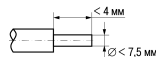

Рисунок 6.4 – Зачистка кабеля
- выполнить зачистку кабелей и залудить их концы (см. рисунок 6.4).